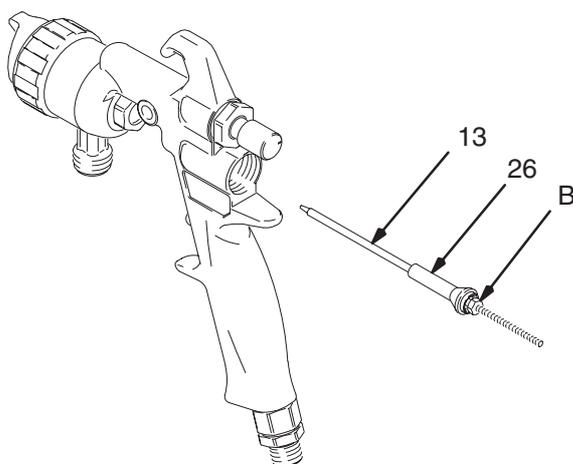

Fig. 32
27. Deslice el separador (4) en la cámara de pulverización (2ª), e instale éste en el cuerpo de la pistola (1). Alinee la cámara con la ranura y el borde (A) del cuerpo de la pistola (1).
28. Apriete a mano la tuerca hexagonal (9) en el separador (4), y después afloje la tuerca aproximadamente una vuelta, de forma que el separador (4) y la cámara de pulverización se asiente con holgura en el cuerpo de la pistola.
29. Revise la aguja de fluido (13) en busca de signos de daños o desgaste excesivo. Reemplace la punta de la aguja o, si fuera necesario, la aguja completa.
30. Lubrique el exterior del nuevo conjunto de válvula de aire (26) y colóquelo en la aguja de fluido (13), contra la tuerca (B). Vea la Fig. 32. Esto ayuda a alinear la entrada del vástago de la válvula de aire en el diámetro interior de la copela en U (16) sin dañar los bordes de la copela en U.
31. Instale la aguja de fluido (13) y el conjunto de la válvula de aire (26) en la parte trasera de la pistola.